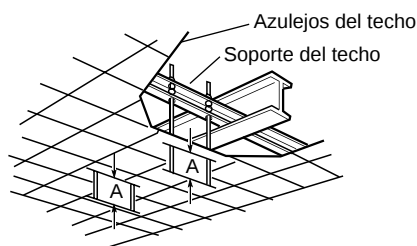

Fig. 3-39
- b) Utilice los soportes del techo existentes o construya un soporte adecuado (Fig. 3-39).